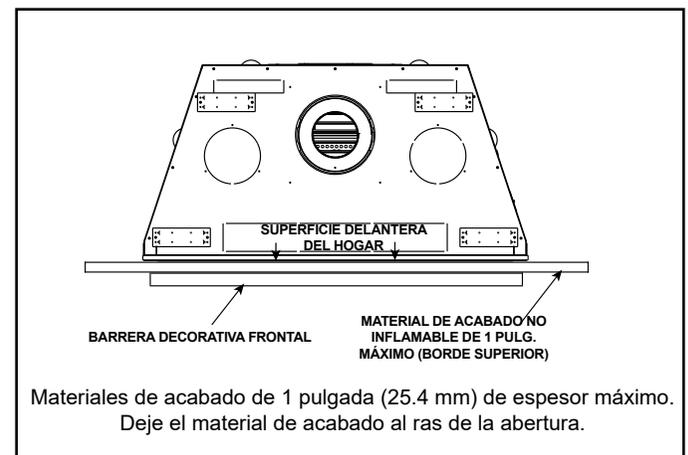

Figura 10.13 Montaje superpuesto de la barrera decorativa frontal
- Montaje superpuesto como se muestra en la Figura 10.13. La barrera decorativa frontal se coloca en la parte superior del material de acabado.